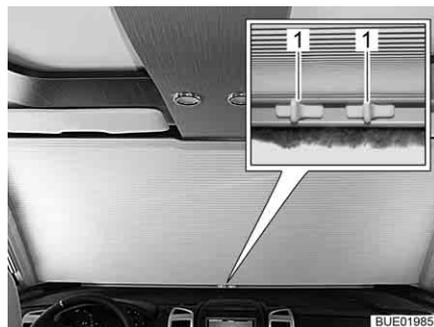

Bild 120 Manuelle Frontscheibenverdunklung, geschlossen
- Griffe (Bild 120,1) zusammendrücken.